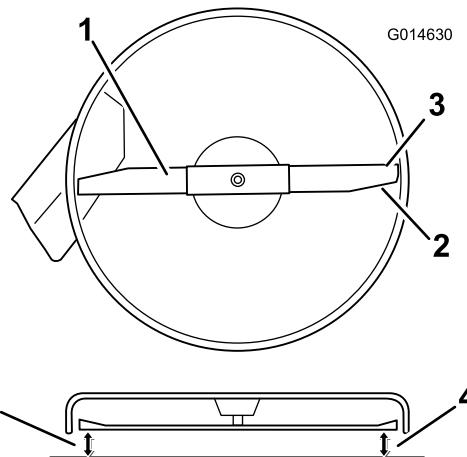

Figure 48
4. Faites pivoter la ou les lames avec précaution pour qu'elles soient toutes parallèles (Figure 48).
5. Mesurez la distance entre les tranchants extérieurs et le sol plat (Figure 48). Si les deux mesures diffèrent de plus de 5 mm (3/16 po), un réglage s'impose. Poursuivez la procédure.